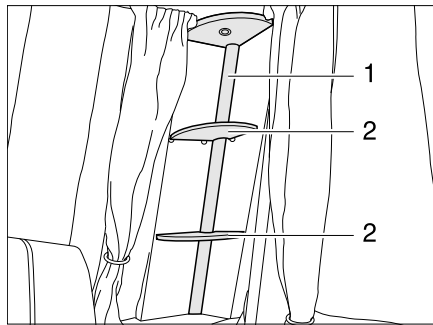

Bild 182 Lichtsäule
- Die Ablagen (Bild 182,2) abnehmen.
- Das Leuchtenglas (Bild 182,1) leicht zusammendrücken und abziehen.